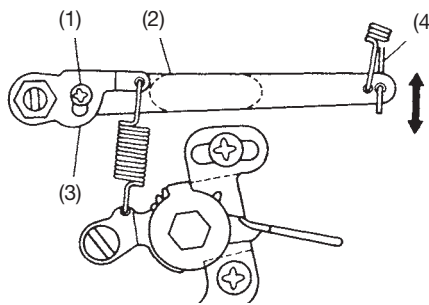

Figure. 12B
- 1) D'abord, le moteur arrêté, desserrer la vis A (1). Relever le levier extérieur du régulateur (2) et enfoncer le levier du ressort du régulateur (3), puis resserrer simultanément la vis A. (Fig. 12B)